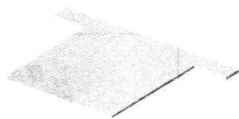

图 1.2 基体—法兰 1
Step2. 创建图 1.2 所示的钣金基础特征——基体—法兰 1。
(1) 选择命令。选择下拉菜单 **插入(I)** → **钣金(B)** → **基体法兰(A)...** 命令（或单击“钣金”工具栏上的“基体法兰/薄片”按钮 ）。